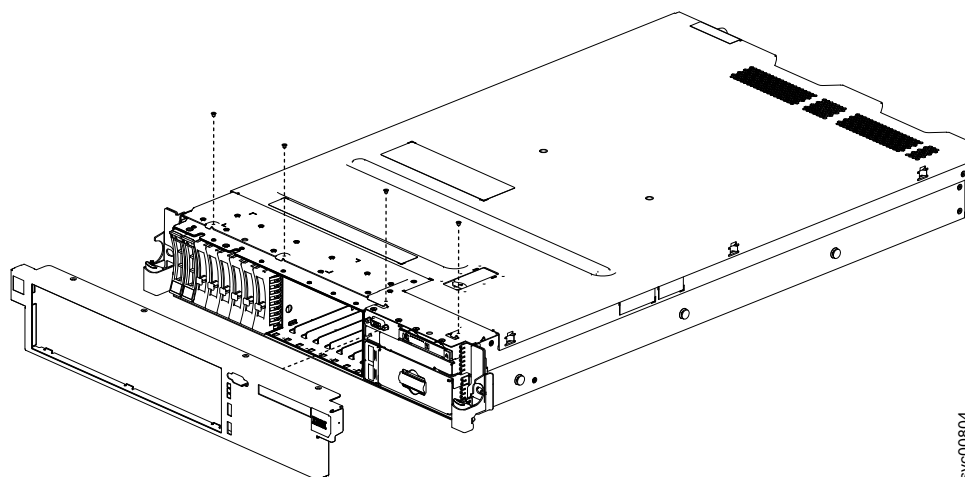

Figura 68. Substituindo o painel do SAN Volume Controller 2145-DH8
2. Insira as guias na parte inferior do painel nos slots da parte inferior do chassis e conecte-as com os parafusos, como mostrado na Figura 68.